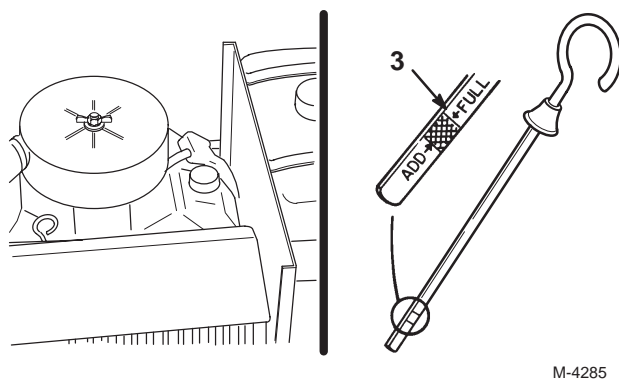

Figure 17
3. Nettoyez la surface autour de la jauge d'huile et du bouchon de remplissage (Fig. 17) pour éviter que des impuretés s'introduisent dans le goulot de remplissage, ce qui risquerait d'endommager le moteur.
4. Sortez la jauge d'huile et essuyez soigneusement l'extrémité métallique (Fig. 17).
5. Enfoncez la jauge complètement dans le tube (Fig. 17). Sortez de nouveau la jauge et examinez l'extrémité métallique. Si le niveau est bas, versez lentement une quantité d'huile suffisante dans le goulot de remplissage pour amener le niveau au repère du plein (FULL).
5. Versez lentement environ 80% de la quantité d'huile spécifiée dans le goulot de remplissage (Fig. 17). Vérifiez le niveau d'huile (voir Contrôle du niveau d'huile moteur, page 24). Faites l'appoint d'huile pour amener le niveau au repère du plein (FULL) sur la jauge.